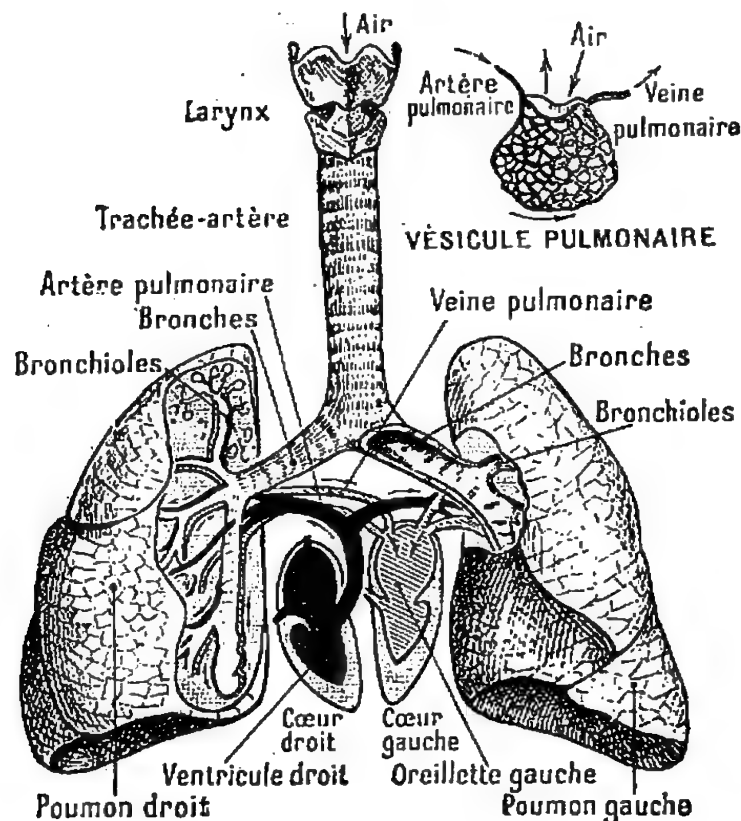

Fig. 148, 149. — Appareil respiratoire.
**2. Appareil respiratoire.** — L'appareil respiratoire (*fig. 148*) comprend un ensemble de canaux où circule l'air. Il se compose des *fosses nasales* (Voir 25e leçon), de la *trachée-artère* et des *poumons*.
**3. Larynx.** — Le *larynx* (*fig. 148*) est l'organe de la voix. C'est la partie de la *trachée-artère* qui forme, en avant du cou, cette saillie qu'on appelle vulgairement *pomme d'Adam*.